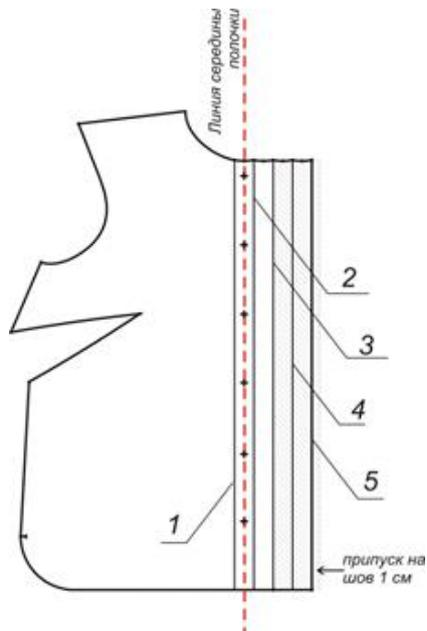

Рис. 3
24. Нанесите на правую полочку линии, которые вам потребуются для обработки потайной застёжки: 1 – линия ширины потайной планки; 2 – линия борта в готовом виде; 3 – линия сгиба планки; 4 – линия края борта на потайной планке; 5 – линия ширины планки. Красным пунктиром обозначена линия середины полочки. К линии 5 также должен быть добавлен припуск на шов 1 см. (Рис. 3).